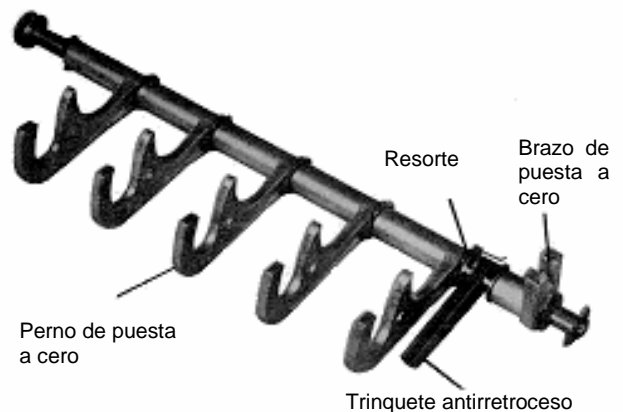

Figura 11. Conjunto perno de puesta a cero.
2. Reemplazo de las piezas del conjunto perno de puesta a cero. Ver figura 11. Deben cambiarse los pernos de puesta a cero individuales, el brazo de puesta a cero, el trinquete antirretroceso y el muelle.